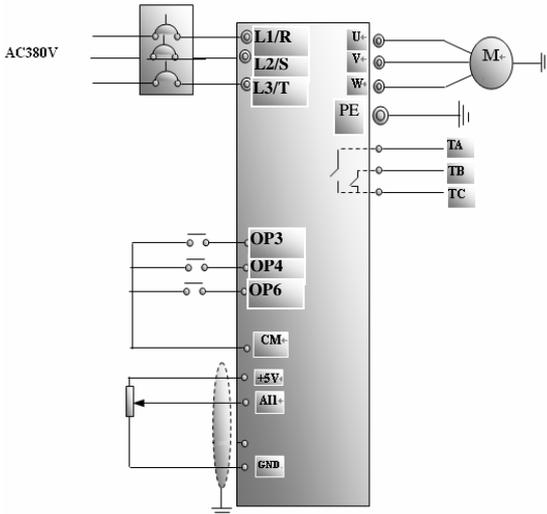

图 4-3 接线图 3
(1) 按图 4-3 配线，检查接线正确后，合上空气开关，变频器上电。注意：外部模拟信号设定电位器可选择 2K~5K 电位器。对于精度要求高的场合请选用精密多圈电位器，接线使用屏蔽线，屏蔽层近端可靠接地。